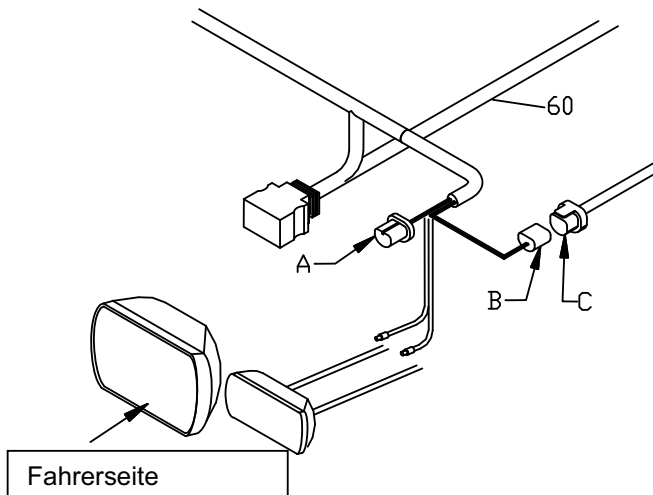

Bild 13. Fahrer Seite Scheinwerfer G10140
1. Entfernen sie den Stecker (C) von der Rückseite des Scheinwerfers auf der Beifahrer Seite.
2. Schließen sie den **BLAUEN** Stecker (A) des Kabelbaumes (60) an dem Scheinwerfer der Beifahrer Seite an.
3. Verbinden Sie den **Schwarzen Stecker** (B) des Kabelbaumes (60) mit dem Original Kabelbaum des Fahrzeuges (C). Stecker der vom Scheinwerfer entfernt wurde. Siehe Bild 13.